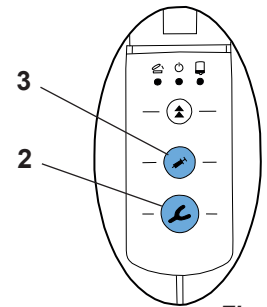

Fig. 8
- Si l'utilisateur appuie sur une touche d'extrusion (porte-empreinte 2, Fig. 8) ou distributeur (3, Fig. 8) sans avoir sélectionné de programme auparavant, l'appareil active automatiquement le programme  $\text{ST}$ . La DEL située à côté de la touche  $\text{ST}$  s'allume.